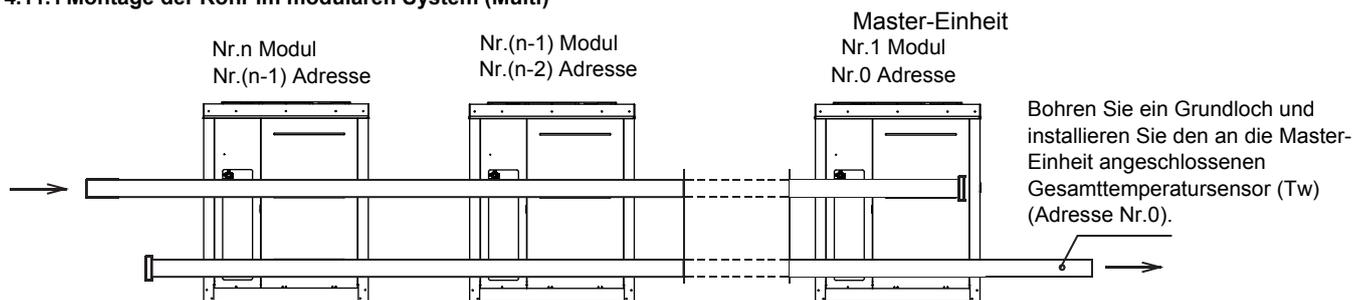

Abb. 4.7 (weniger als 16 Einheiten)
- Als Gesamtwasseraustrittstemperaturfühler (Tw) muss der Tw-Sensor der Mastereinheit verwendet werden (Fühlertlänge 5mts), siehe Schaltplan der Geräteplatte. Der Sensor muss sich innerhalb des mitgelieferten Mantels gemäß Abb. 4.7 befinden.